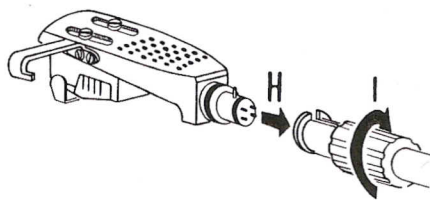

Fig. 4. Montering av pickuphode
1.4 Montering av pickuphode (fig. 4)
1.4 Assembling the pick up head (fig. 4)